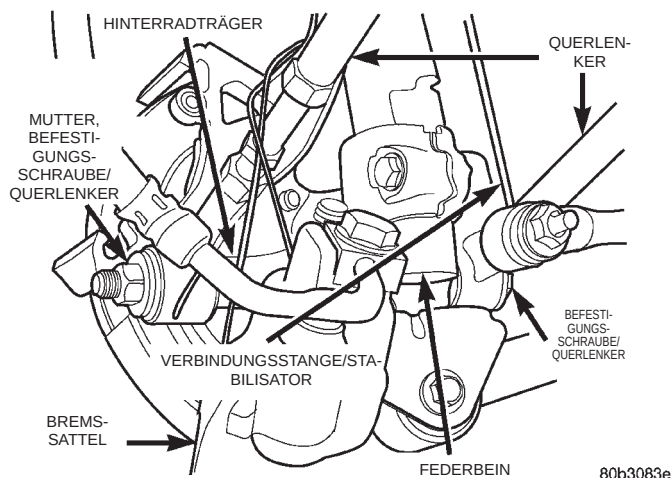

Abb. 25 Befestigung/Querlenker an Hinterradträger
(1) Fahrzeug anheben. Dazu Unterstellböcke oder eine Hebebühne verwenden, die am Rahmen ange-setzt wird (siehe Kapitel 0, Schmierung und Wartung, Abschnitt "Anheben des Fahrzeugs").
(2) Hinterrad abbauen.
(3) Schraube und Mutter ausbauen, mit der die linken Querlenker am Hinterradträger befestigt sind (Abb. 25).
(3) Querlenker am Hinterradträger montieren. Befestigungsschraube und Mutter einbauen (Abb. 25), aber NOCH NICHT festziehen.
(4) Hinterrad anbauen.
(5) Radmuttern in der vorgeschriebenen Reihenfolge bis zum halben Anzugsmoment anziehen. Dann die Muttern in derselben Reihenfolge noch einmal bis zum vollen Anzugsmoment von 129 N·m (95 ft. lbs.) festziehen.
(6) Fahrzeug absenken.